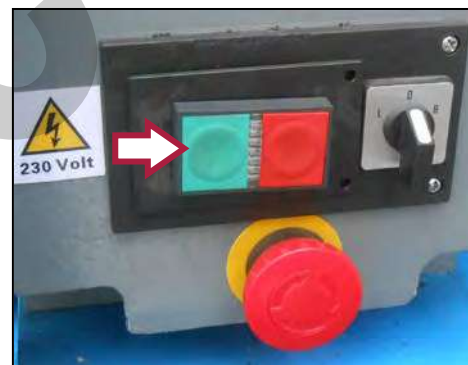

Figura 14 – Interruttore di avvio.
Per avviare il motore elettrico, premere il pulsante verde di avviamento (vedere la Figura 14). Attraverso questo pulsante il mandrino inizia a ruotare.
9. Premere il pulsante di avviamento della macchina (di colore verde, vedere Figura 14) per dare inizio alla rotazione del mandrino.